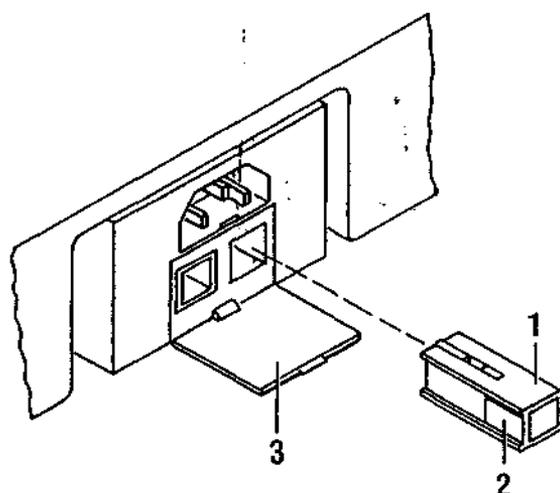

Abb. 14 Netzsicherungen
- Deckel (3, Abb. 14) nach unten klappen.
- Feder am Sicherungshalter (2, Abb. 14) zum Sicherungshalter drücken und Sicherungshalter mit Sicherung (1, Abb. 14) herausziehen.